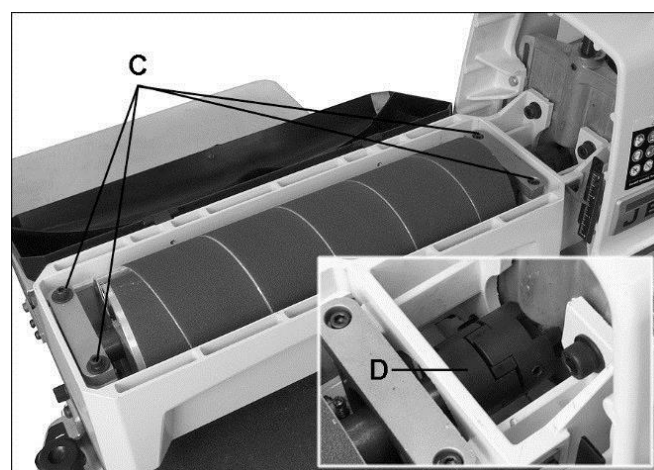

Рис. 10-2: снятие барабана.
Открутите четыре винта с внутр. шестигранником (С, Рис. 10-2). Осторожно выньте барабан с подсоединенной к нему муфтой (D).